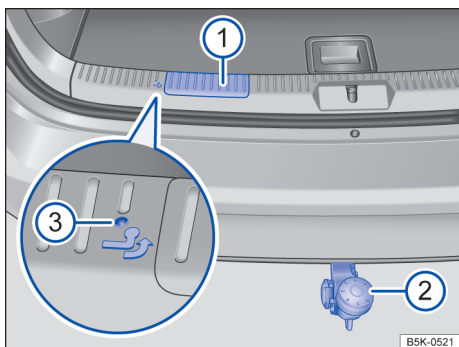

Fig. 152 No compartimento de bagagem: rebater a rótula de engate para fora.
- Para destravar a rótula de engate, retirar o manipulador → Fig. 152 ① verticalmente e segurar até que a rótula de engate esteja destravada. Por força da gravidade, a rótula de engate gira um pouco
- Continue girando a rótula de engate manualmente, até que encaixe de modo audível e perceptível. Atentar para que a luz de controle → Fig. 152 ③ se acenda em verde.
- Se a rótula de engate não girar para fora automaticamente, segure embaixo, no para-choque, com a alça de segurança puxada, e puxe a rótula de engate para baixo, até que encaixe de modo audível e perceptível e a luz de controle ③ se acenda em verde.
- Se a luz de controle ③ não se acender em verde, a rótula de engate não está encaixada de maneira correta. Não utilizar o dispositivo de reboque. Mandar verificar o dispositivo de reboque imediatamente numa empresa especializada.
- Retirar o manipulador → Fig. 152 ① verticalmente para fora até que a rótula de engate ② gire.
- Se a rótula de engate girar mas não estiver encaixada, a luz de controle ③ ao lado do manipulador se acende em vermelho.
- Girar a rótula de engate no para-choque até sentir e ouvir que ela foi travada e a luz de controle ③ ao lado do manipulador no botão se acender em verde.
- Não utilizar o dispositivo de reboque se a luz de controle → Fig. 152 ③ não se acender em verde.
- Com o manípulo → Fig. 152 ① a rótula de engate é apenas destravada. Girar para fora e encaixar deve ser realizado manualmente. Se for puxado muito forte pelo manípulo, o mecanismo de destravamento pode ser danificado.
- Nunca ativar o manípulo ① se a rótula de engate estiver com carga. O dispositivo de reboque pode ser danificado.